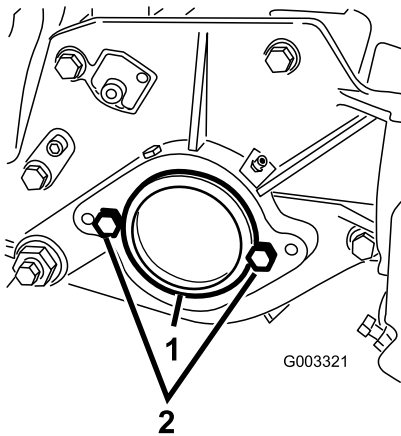

Figura 7
3. Sul lato destro dell'apparato di taglio, togliete il tappo in plastica dall'alloggiamento del cuscinetto (Figura 7).
4. Togliete le 2 viti a testa cilindrica dalla piastra laterale destra (Figura 7).
2. Vite a testa cilindrica (2)
6. Montate, senza stringere eccessivamente, le 2 viti di montaggio del motore del cilindro sulla piastra laterale sinistra dell'apparato di taglio (Figura 7).